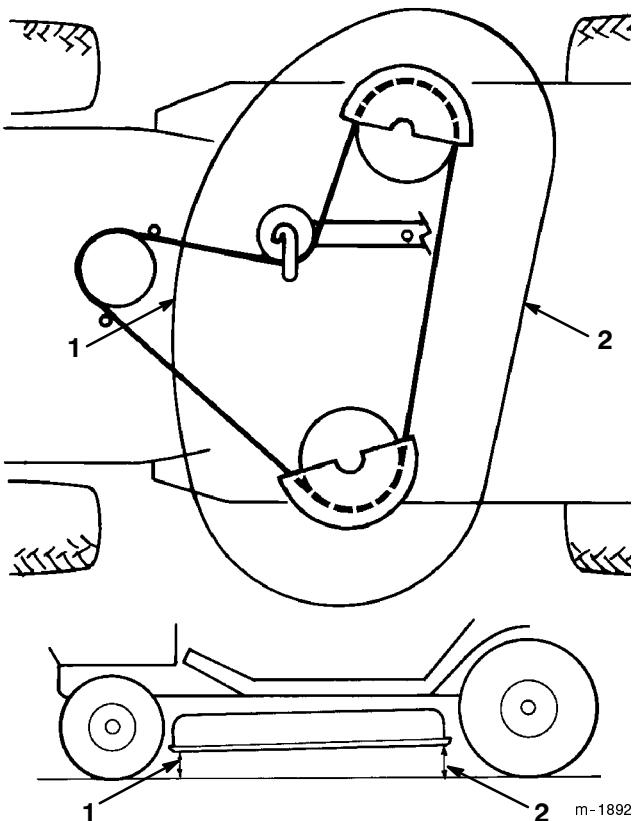

Figure 52
- Contrôlez l'inclinaison avant/arrière en mesurant la hauteur du bas du plateau de coupe (au centre, à l'avant et à l'arrière) par rapport au sol plat (Fig. 52). Si l'avant n'est pas de 3,5 à 10,5 mm plus bas que l'arrière, un réglage est nécessaire.
9. Après avoir réglé uniformément les contre-écrous des deux boulons à œil, contrôlez de nouveau l'inclinaison avant/arrière. Poursuivez le réglage des boulons à œil jusqu'à ce que la pointe de la lame avant soit de 0 à 9,2 mm plus bas que la pointe arrière (Fig. 52).